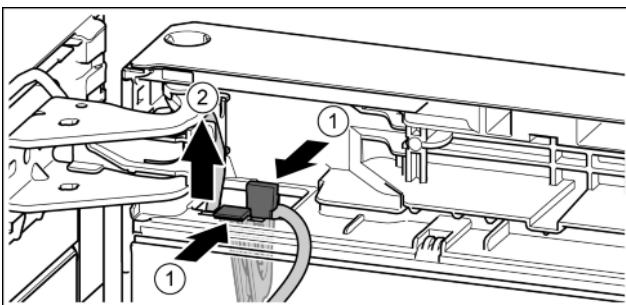

Fig. 23
- Притисніть накладку. Fig. 23 (1)
- Витягніть тримач кабелю із зафікованим в ньому кабелем. Fig. 23 (2)